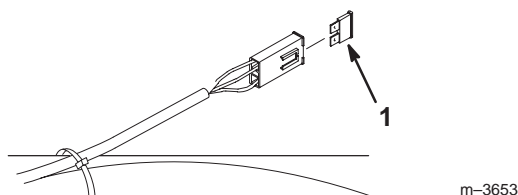

Figure 59
Fusible : Principal F1 – 30 A, à lame (Fig. 59)
1. Soulevez le siège pour accéder au porte-fusibles (Fig. 59).
2. Pour remplacer un fusible, tirez dessus pour l'enlever (Fig. 59).